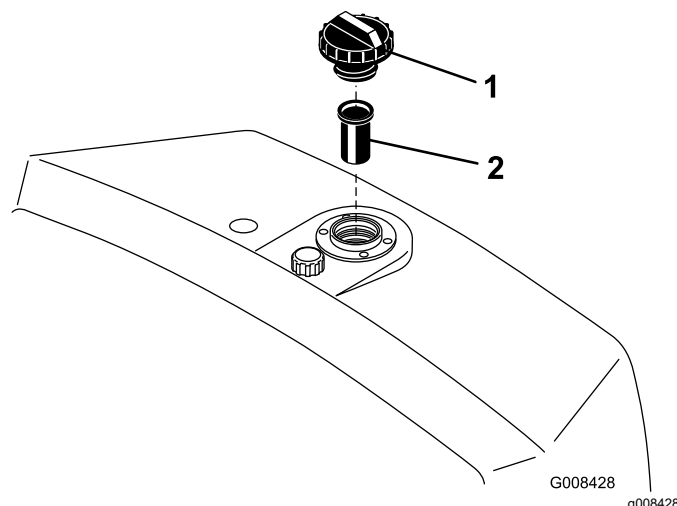

图 49
2. 卸下油箱盖并查看液压油油位。油位应达到加油颈滤网的底部图 49